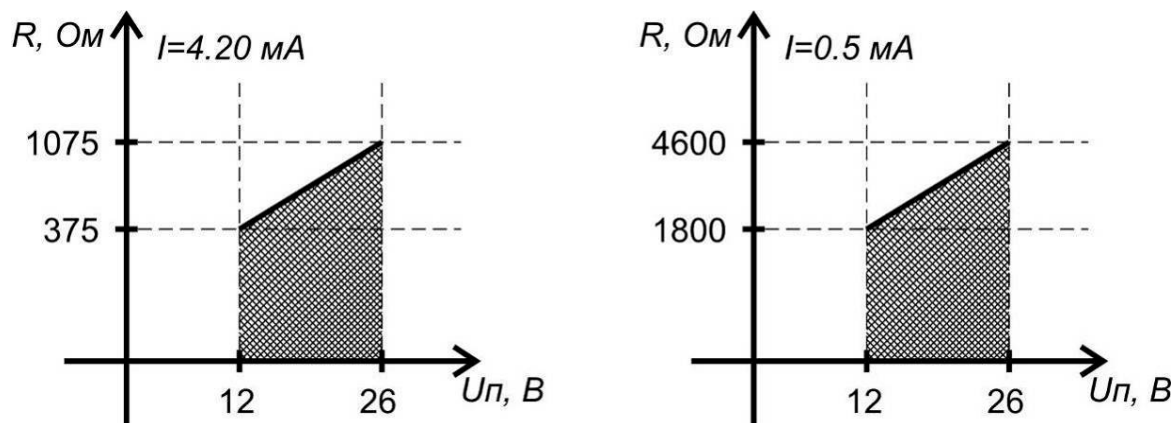

Рисунок 1 – Максимальные сопротивления нагрузки
1.3.8.6 Выходная информационная цепь расходомера исполнений I5 и I20 (Приложения В3, В4) представлена нормированным выходным токовым сигналом в диапазоне 0 - 5 мА или 4 - 20 мА соответственно. Максимальные сопротивления нагрузки при соответствующем значении выходного тока приведены на рис. 1.